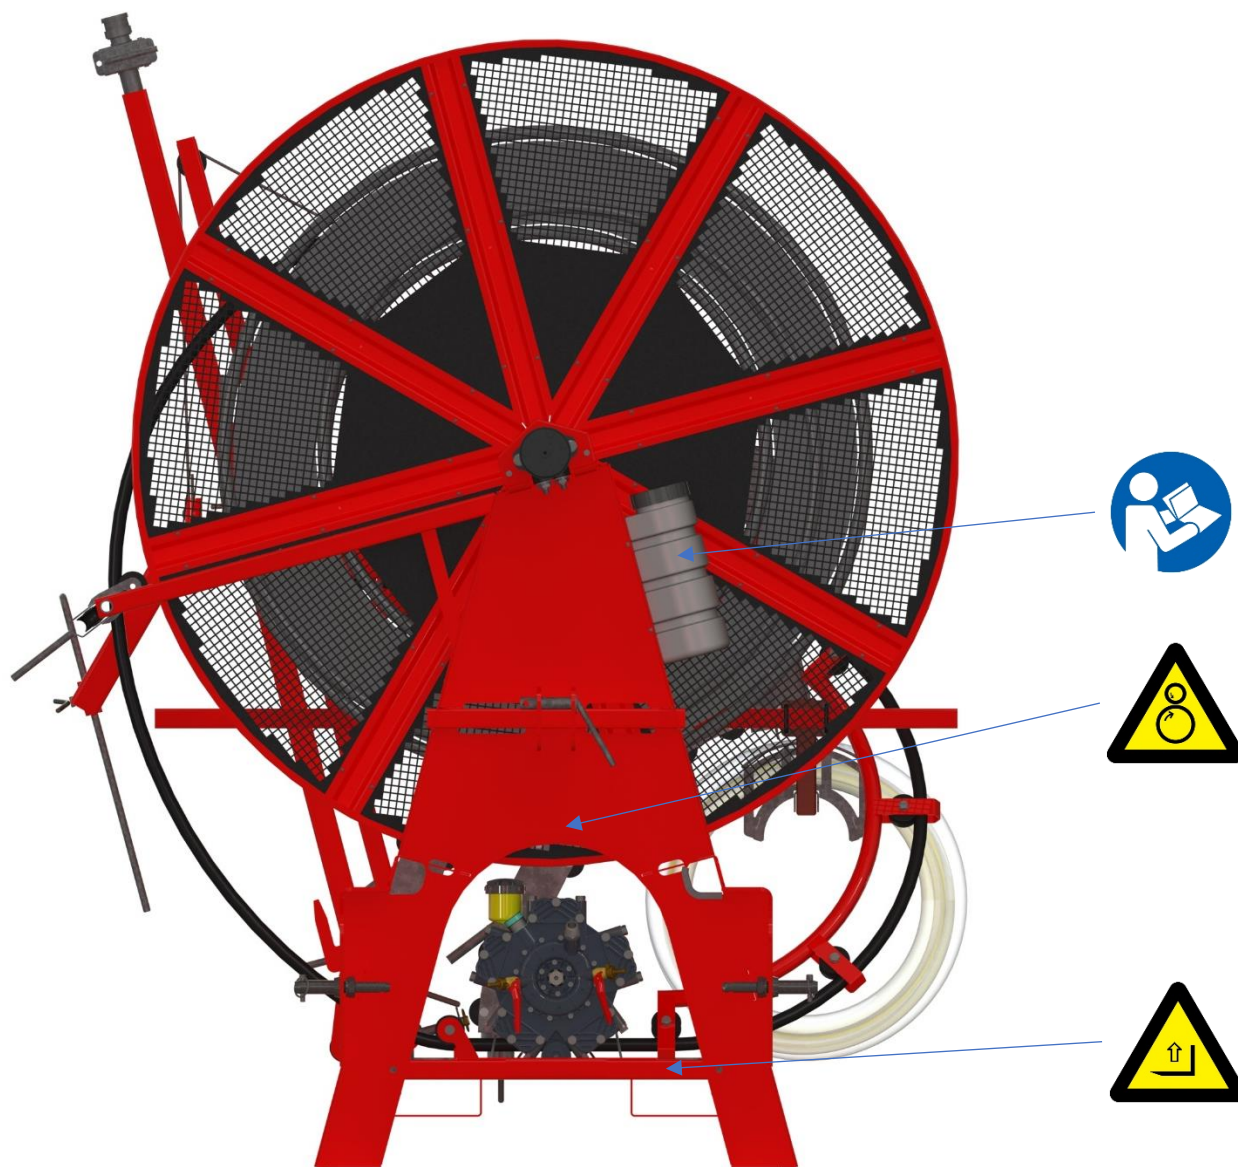

Figure 4 - Autocollants de sécurité à l'avant de la machine
- A. Autocollants (voir Figures 4 et 5).